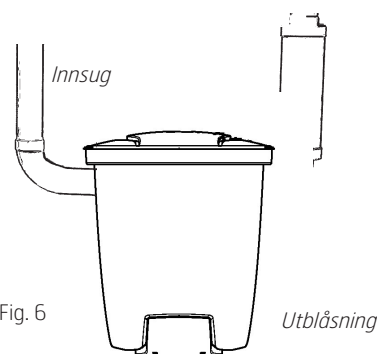

Fig. 6
5. Sett i blindpluggen i det uttaket der sugstussen tidligere satt. Montere med de fire skruene. Utblåsningsrøret må festes godt til vegg så det ikke løsner fra stussen. Tenk på at du skal kunne vri det bøyde røret til ulike sider for en passende rørføring. Koble deretter til utblåsningsrøret og lydtemper, Fig 6. Monter sentralstøvsugeren slik at utblåsningsrøret blir så kort som mulig, maks 10 meter. Tenk på omgivelsene ved plassering av utblåsningen. Bruk derfor alltid lydtemper.